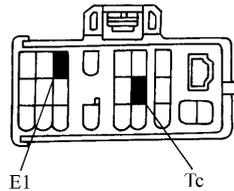
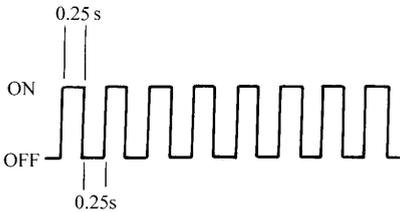
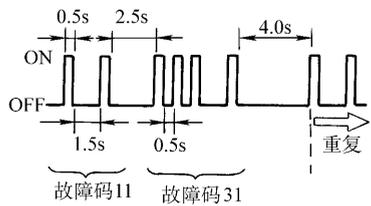

图 2-178 检查连接器端子
图 2-179 正常码的显示
图 2-180 故障码 11 和 31 的显示
(1) 用诊断检查导线, 连接检查连接器的 Tc 和 E1 端子 (图 2-178)。
(2) 将点火开关拧至 ACC 或 ON 位置并等待约 20s。
(3) 根据 SRS 警告灯的闪烁次数读取 2 位数 DTC 码。例如, 正常码时, 警告灯每秒闪 2 次。
(4) 有故障码时, 第一次闪烁输出表示 2 位数 DTC 码的首位。1.5s 停顿后, 第 2 次闪烁输出表示第 2 位数。如果有 2 个或更多代码, 各代码间有 2.5s 停顿。所有代码输出后, 有 4.0s 停顿然后重复。图 2-179、图 2-180 分别图示了正常码、11 和 31 的闪烁方式。